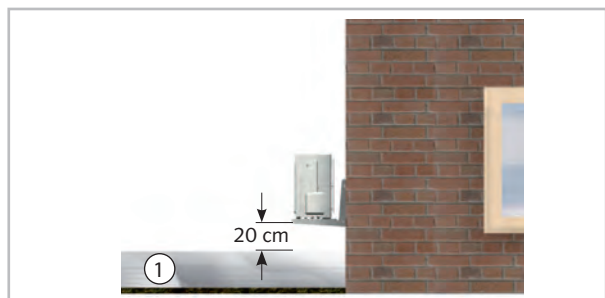

Abb. 69: Schutz vor Schnee
- Wird das Außenmodul in einer Gegend mit starkem Wind aufgestellt, muss das Gerät vor dem Wind geschützt werden und es wird ein zusätzliches Stabilisieren empfohlen. Das kann z.B. mit Drahtseilen oder anderen Konstruktionen realisiert werden (Abb. 68). Bei der Montage sind Schneegrenzen zu beachten (Abb. 69).
- Beachten Sie bei der Aufstellung die zu erwartende Schneehöhe und eine Erhöhung um ca. 20 cm, damit ganzjährig ein freies Ansaugen und Ausblasen der Außenluft gewährleistet werden kann (Abb. 69).